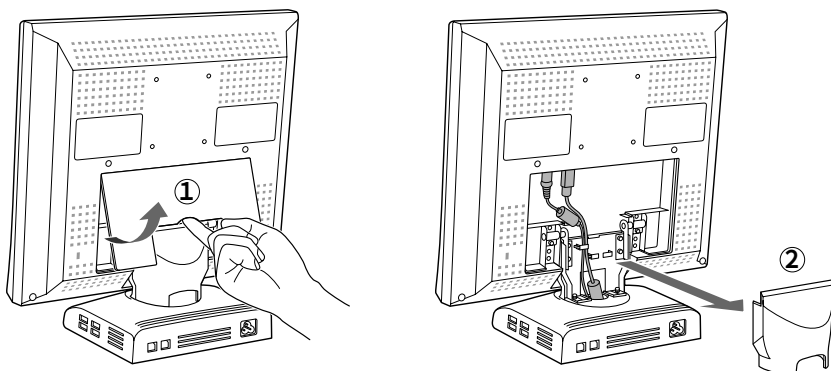
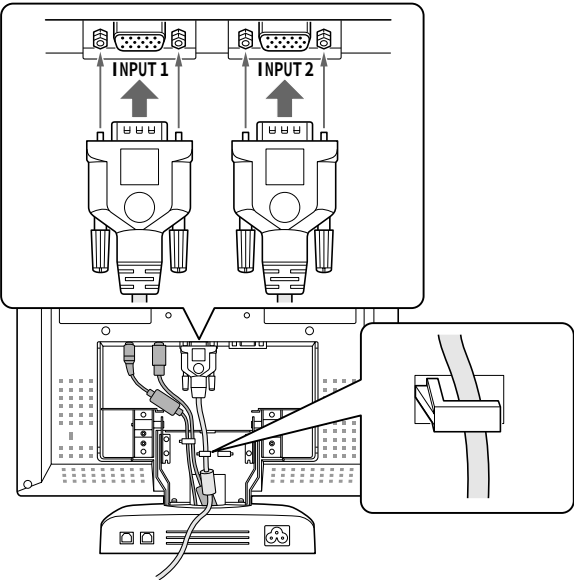
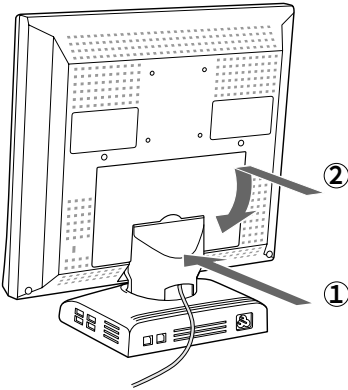

Abbildung C.1
Abbildung D.1
Abbildung E.1
3. Entfernen Sie die Abdeckung vom Anschluß und Kabel (Abbildung C.1). Schließen Sie dann das 15-Stift-D-SUB-Minikabel des Videosignalkabels an den dafür vorgesehenen Anschluß auf der Rückseite des Monitors an (Abbildung D.1). Stecken Sie das Videosignalkabel unter die Andruckleiste A. Bringen Sie die Abdeckungen für Anschluß und Kabel wieder an (Abbildung E.1).